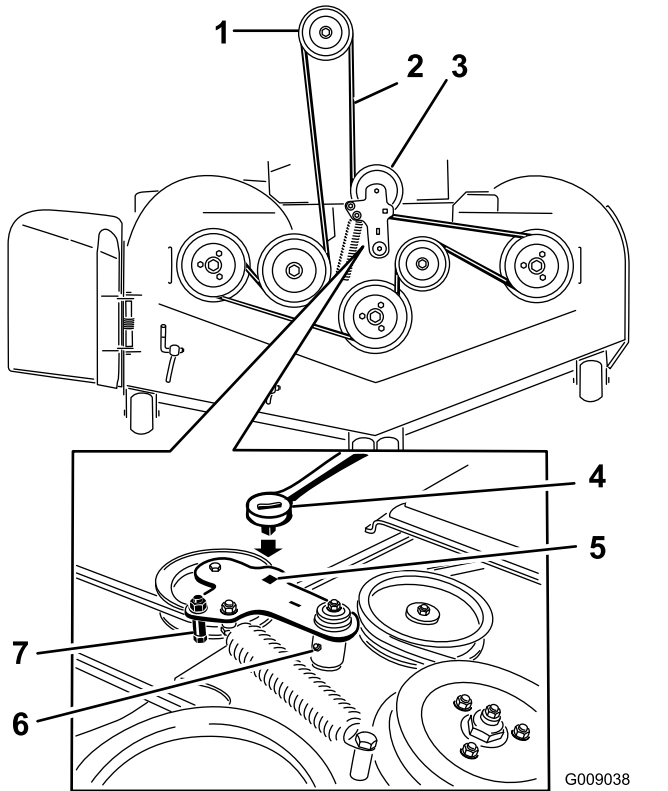
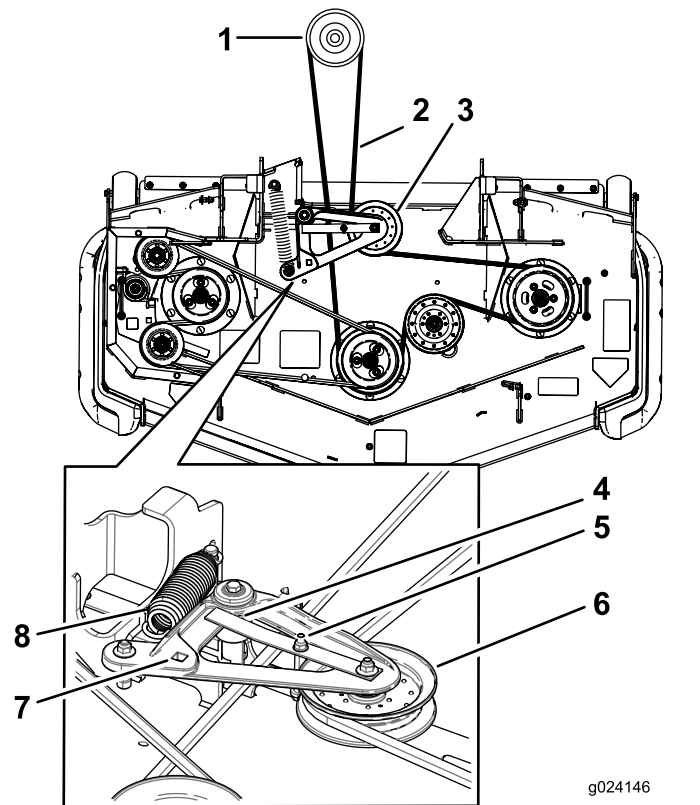

Figura 119
Figura 120
5. Sollevate il pianale e inserite un cricchetto nel foro quadrato del tenditore del piatto di taglio (Figura 119 o Figura 120).
6. Ruotate il tenditore del piatto di taglio in senso orario, sollevate l'aletta guidacinghia (solo macchine con scarico posteriore) e rimuovete la cinghia del tosaerba (Figura 119 o Figura 120).